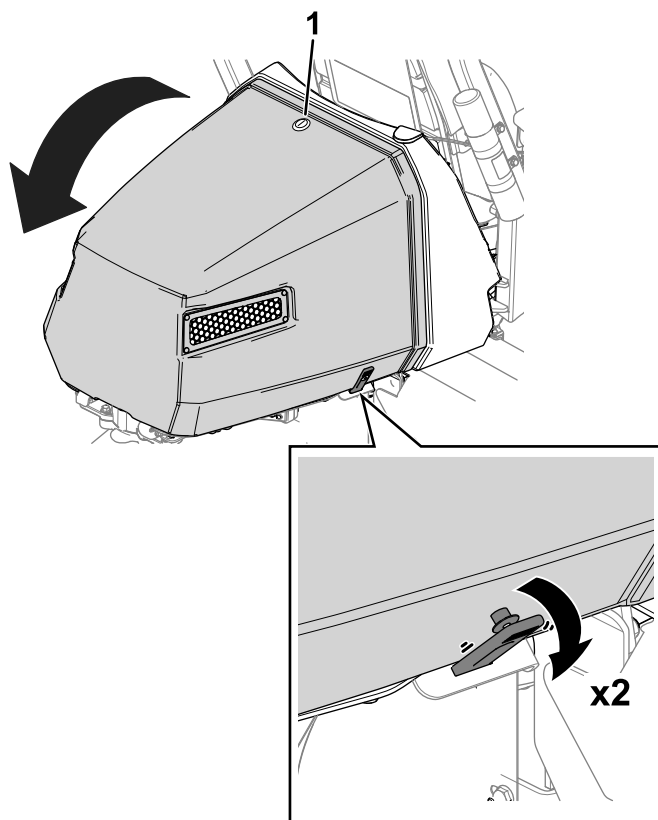

図 40
1. フードラッチを外します 図 40
2. フードの両側でストラップを外す 図 40。